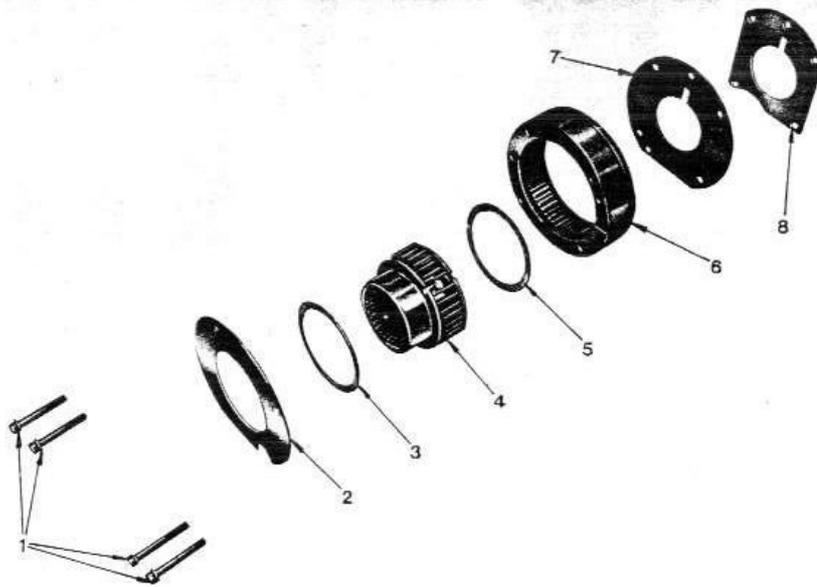

FIG. 7
- 1 - (figure 7) - Retirer la visserie (1) fixant le réducteur au carter de boîte.
- 2 - Enlever la plaque (2), la rondelle (3), le porte-satellites (4), la couronne (5), la rondelle (6), les plaques (7) et (8).
- 1 - (figure 7) - Disposer la rondelle (5), les plaques (7) et (8) sur la couronne (6). Orienter les gorges de la plaque (7) vers l'arrière.
- 2 - Placer la couronne en orientant le pion vers l'arrière du carter. Attention de bien placer la rondelle (6) dans la gorge de la couronne.
- 3 - Disposer le porte-satellite (4) dans la couronne.
- 4 - Placer la couronne (3) sur le porte-satellite et la plaque (2) sur la couronne. Orienter la rainure de la plaque (2) vers l'avant.